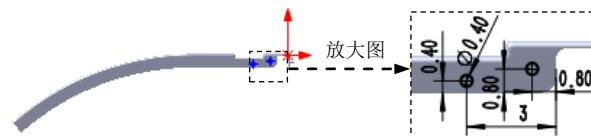

图 14.2.35 横断面草图
② 定义横断面草图。在草图环境中绘制图 14.2.35 所示的横断面草图。
③ 定义切除深度属性。在“切除一拉伸”对话框**方向1**区域的下拉列表中选择**完全贯穿**选项，选中**正交切除(N)**复选框。其他选择默认设置值。
④ 单击 \checkmark 按钮，完成切除一拉伸 3 的创建。